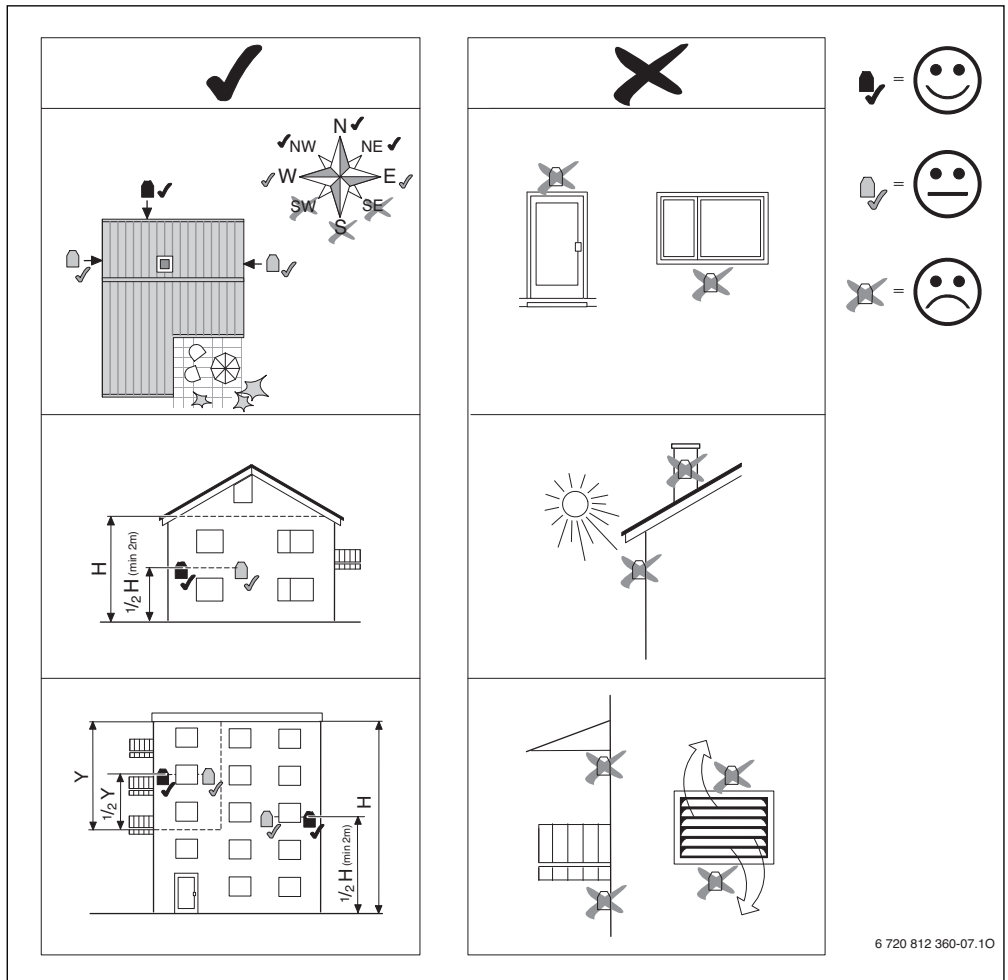

Bild 12 Installationsort des Außentemperaturfühlers (bei außentemperaturgeführter Regelung mit oder ohne Einfluss der Raumtemperatur)
- Die in Bild 12 dargestellten Punkte bei der Wahl des richtigen Installationsorts des Außentemperaturfühlers beachten.